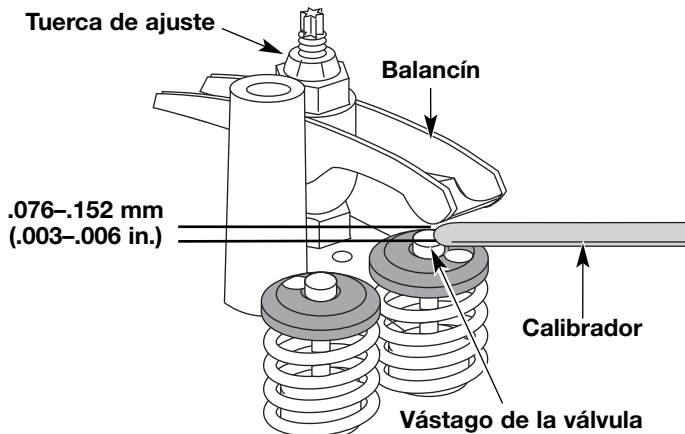

Fig. 33
- Gire la tuerca de ajuste con una llave de 8 mm (5/16 pulgadas) o una guía de tuercas (Fig. 33).